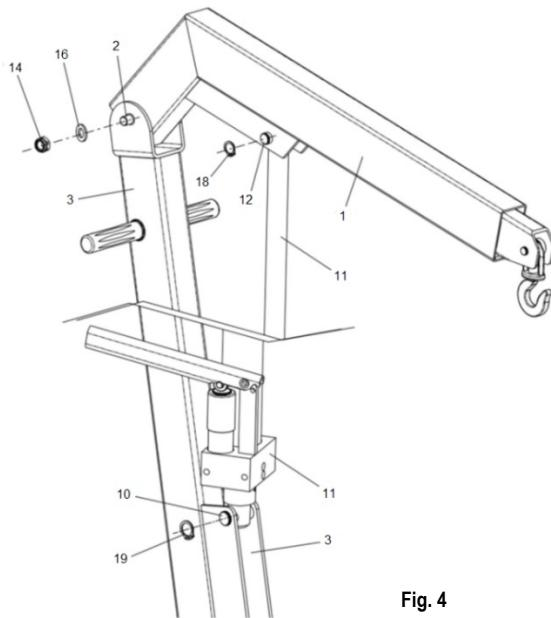

Fig. 4
3. Assemblare il braccio (1 – Fig. 4) con il telaio (3 – Fig. 4) utilizzando il perno di fissaggio (2 – Fig. 4), il dado (14 – Fig. 4) e la guarnizione (16 – Fig. 4).
Assemblare il gruppo cilindro (11 – Fig. 4) con il telaio (3 – Fig. 4) utilizzando il perno di fissaggio (10 – Fig. 4) e l'anello di sicurezza (19 – Fig. 4).
Assemblare il gruppo cilindro (11 – Fig. 4) con il braccio (1 – Fig. 4) utilizzando il perno di fissaggio (12 – Fig. 4) e l'anello di sicurezza (18 – Fig. 4).